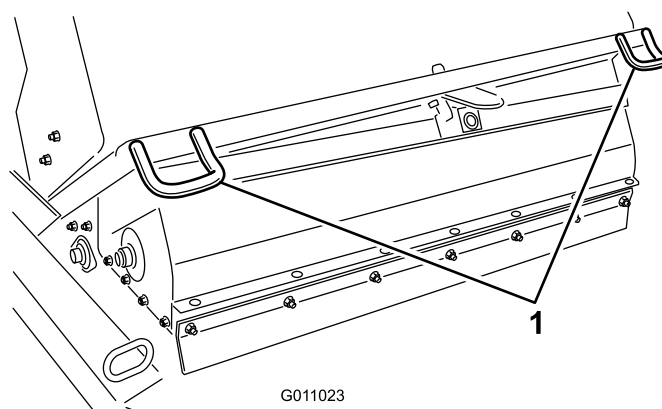
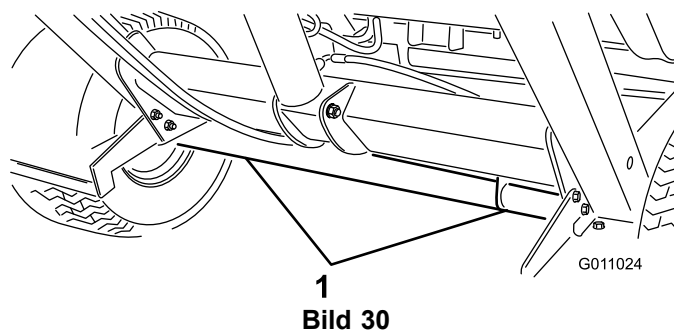

Bild 29
Bild 30
- Verwenden Sie beim Transport der Kehrmaschine die Vergurtungsstellen, um die Maschine vorne zu befestigen (Bild 29) und die Achse (Bild 30), um das Heck der Maschine am Anhänger zu befestigen.